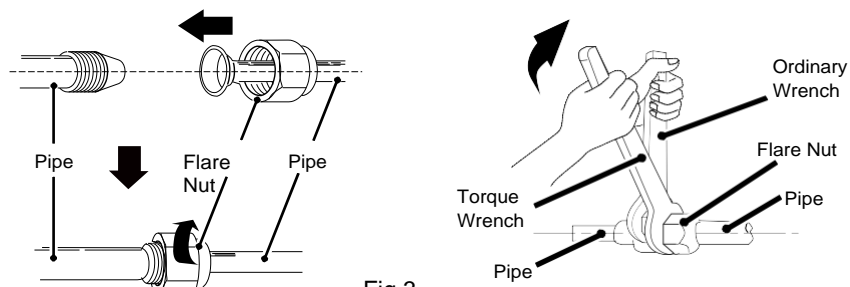

Fig.3
3. Successivamente, stringere la vite con la chiave dinamometrica (come mostrato in Fig.3).